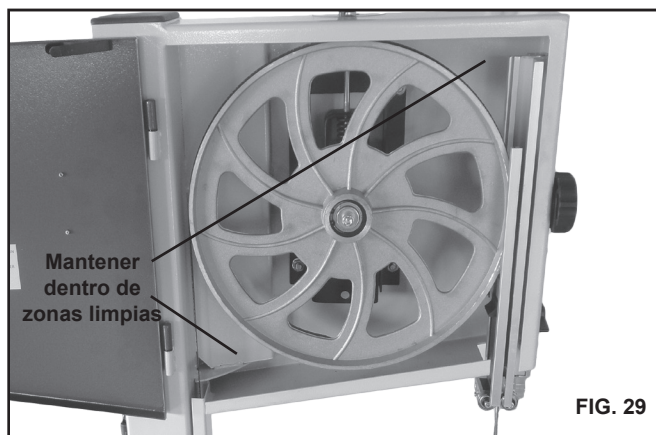

FIG. 29
**D.** Mantener el interior (cerca de la cuchilla de la Sierra, etc. ) limpia para evitar la acumulación de polvo (Véase fig. 29 & 30). Utilice captación de polvo si es posible.